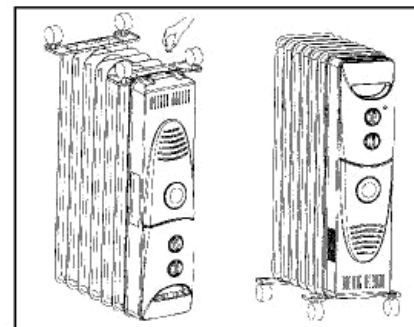

Рис.3
- Затянуть гайки на скобах и осторожно перевернуть прибор в нормальное положение (рис.3).